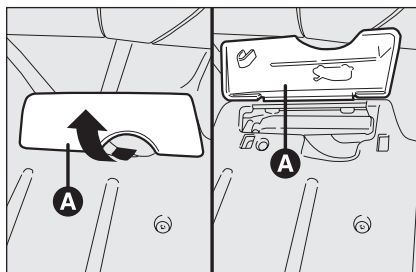

fig. 104
- sollevare il coperchio di protezione **A**-fig. 104 della leva posta a fianco del sedile lato guidatore;